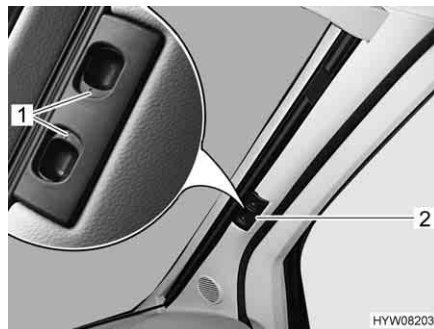

Bild 85 Plisségardin för vindrutan
- Tryck in låshandtagen (Bild 85,1) och håll dem intryckta.
- Håll plisségardinerna för vindrutan i handtaget (Bild 85,2) och dra den mot fönstrets mitt.
- Skjut de två hälfterna av plisségardinerna för vindrutan utåt så långt det går, ta tag i handtaget (Bild 85,2). Dra upp handtaget till samma höjd som lås-spåret.
- Släpp låshandtagen (Bild 85,1) och låt dem haka fast.